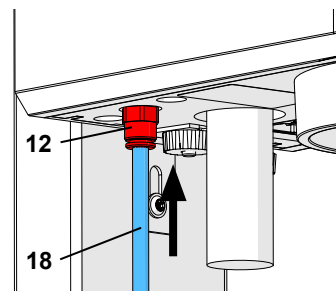

Рис. 5-a
! У предыдущих моделей смесителей входной фильтр (13) расположен вне прибора (Рис. 5-b). В этих случаях шланг для сжатого воздуха (18) следует вставить во входной фильтр (13). При этом должно ощущаться незначительное сопротивление.